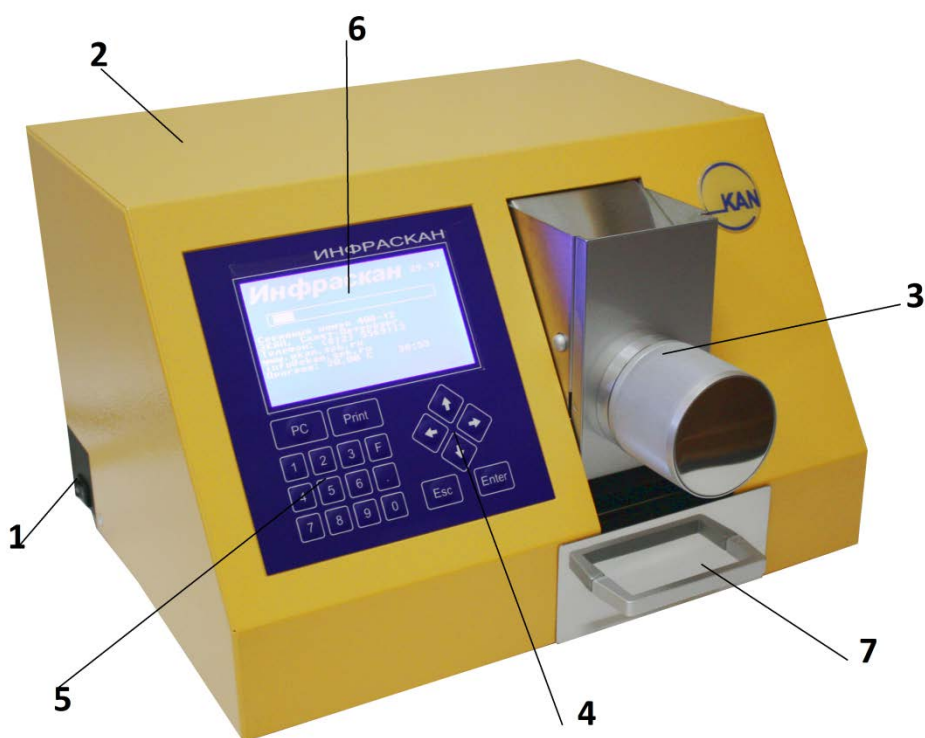

Рис. 3. Анализатор ИНФРАСКАН-1050. Общий вид
Общий вид анализатора представлен на рис. 3. Анализатор содержит установленные на основании (1) оптико-механические узлы осветителя и монохроматора, а также электродвигатели, платы управления и блоки питания. Доступ к этим элементам осуществляется при снятом кожухе (2) анализатора. Монохроматор имеет дополнительный кожух для уменьшения рассеянного света.